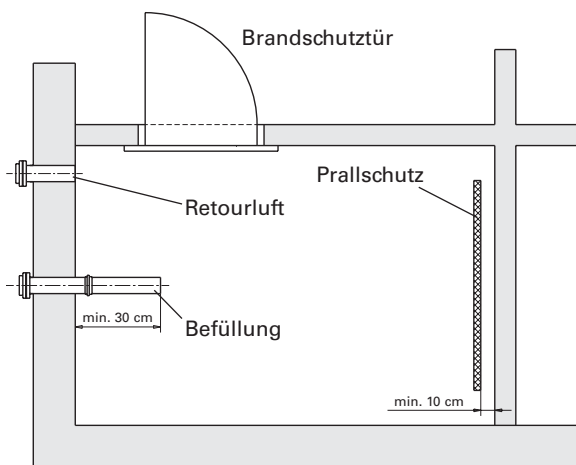
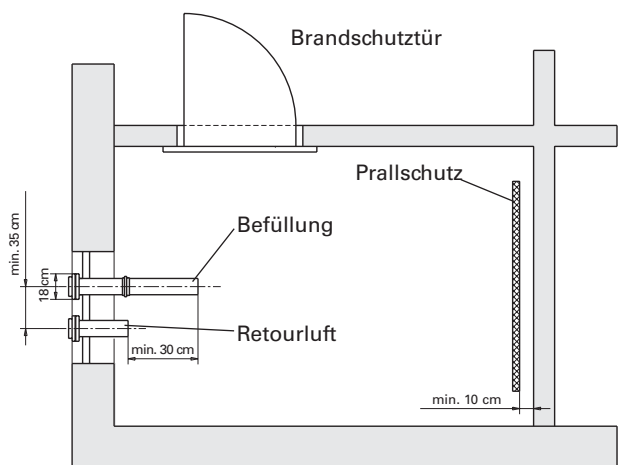

Abb. 6 Pellets-lageraum – Ansicht von oben
Abb. 7 Pellets-lageraum – Ansicht von oben
- Die **Anschlussstutzen (Befüll- und Retourluftstutzen)** sollten sich auf der schmälere Seite des Lagerraumes befinden und sind so anzuordnen, dass es während des Befüllvorganges zu keinem Überdruck im Lageraum kommen kann. Die Retourluftöffnung muss innen mit der Wand bündig abschließen und sollte in Türe Nähe angeordnet werden. Der Befüllstutzen sollte mittig in der Wandbreite eingebaut werden und mindestens 30 cm in den Raum hineinragen – Abb. 6. Die Anschlussstutzen (Befüll- und Retourluftstutzen) können auch durch eine vorhanden Fensteröffnung durchgeführt bzw. montiert werden – Abb. 7